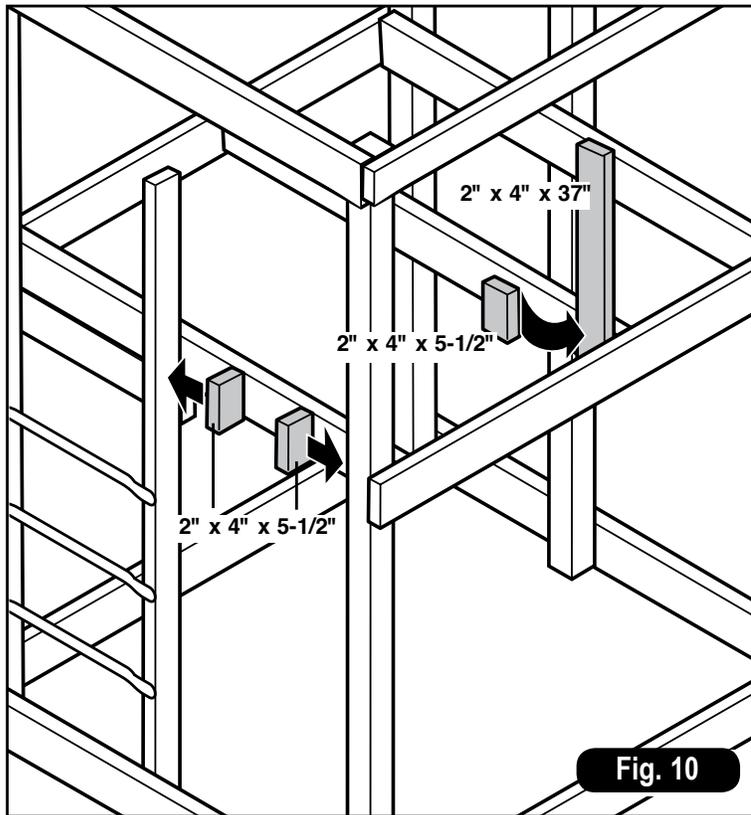

Fig. 10
1. Position two 2" x 4" x 5-1/2" blocks against the side of the 2" x 4" x 78" ladder support and the 4" x 4" frame post as indicated in Fig. 10. Attach the 2" x 4" x 5-1/2" block to the support and post using four 2-1/2" screws. **NOTE:** The tops of the 2" x 4" x 5-1/2" boards should be flush with the top of the corresponding 2" x 6" x 57" deck support.
2. Position the 2" x 4" x 37" board to the frame as indicated in Fig. 10. The bottom of the 2" x 4" x 37" should be flush with the bottom of the corresponding deck supports. Attach by driving two 2-1/2" screws through the 2" x 4" x 37" rail support into the inside 2" x 6" x 57" deck support. Secure by driving three evenly spaced 2-1/2" screws through the outside 2" x 6" x 57" deck support into the 2" x 4" x 37" rail support.
1. Posicionar dos bloques de 2" x 4" x 5-1/2" contra el lado del soporte de la escalera de 2" x 4" x 78" y el poste de la estructura de 4" x 4" como se indica en la Fig. 10. Unir el bloque de 2" x 4" x 5-1/2" al soporte y al poste utilizando cuatro 2-1/2" tornillos. **NOTA:** las partes superiores de los planos de 2" x 4" x 5-1/2" deben estar al ras con la parte superior del soporte de plataforma de 2" x 6" x 57" correspondiente.
2. Posicionar el plano de 2" x 4" x 37" en la estructura como se indica en la Fig. 10. La parte inferior de la madera de 2" x 4" x 37" debe estar al ras con la parte inferior de los soportes de la plataforma correspondientes. Unir clavando dos 2-1/2" tornillos a través del soporte del riel de 2" x 4" x 37" dentro de la parte interior del soporte para plataforma de 2" x 6" x 57". Asegurar clavando tres 2-1/2" tornillos distribuidos equidistantes a través de la parte externa del soporte para plataforma de 2" x 6" x 57" dentro del soporte de riel de 2" x 4" x 37".
1. Placer deux blocs de 2 po x 4 po x 5 1/2 po (50 mm x 100 mm x 140 mm) contre le côté du support de l'échelle de 2 po x 4 po x 78 po (50 mm x 100 mm x 1,99 m) et le poteau du cadre de 4 po x 4 po (100 mm x 100 mm) tel qu'indiqué à la fig. 10. Fixer le bloc de 2 po x 4 po x 5 1/2 po (50 mm x 100 mm x 140 mm) au support et le poteau à l'aide de quatre 2-1/2 po (51 mm) vis. **REMARQUE :** le dessus des planches de 2 po x 4 po x 5 1/2 po (50 mm x 100 mm x 140 mm) doit être aligné avec le dessus du support de plate-forme de 2 po x 6 po x 57 po (50 mm x 150 mm x 1,45 m) correspondant.
2. Placer la planche de 2 po x 4 po x 37 po (50 mm x 100 mm x 888 mm) au cadre tel qu'indiqué à la fig. 10. Le bas de la pièce de 2 po x 4 po x 37 po (50 mm x 100 mm x 888 mm) doit être aligné avec le bas des supports de plate-forme correspondants. Fixer avec deux 2-1/2 po (76 mm) vis. à travers le support de rampe de 2 po x 4 po x 37 po (50 mm x 100 mm x 888 mm) à l'intérieur du support de plate-forme de 2 po x 6 po x 57 po (50 mm x 150 mm x 1,45 m). Fixer en place en enfonçant trois 2-1/2 po (51 mm) vis espacés uniformément à travers le support de plate-forme extérieure de 2 po x 6 po x 57 po (50 mm x 150 mm x 1,45 m) dans le support de rampe de 2 po x 4 po x 37 po (50 mm x 100 mm x 888 mm).